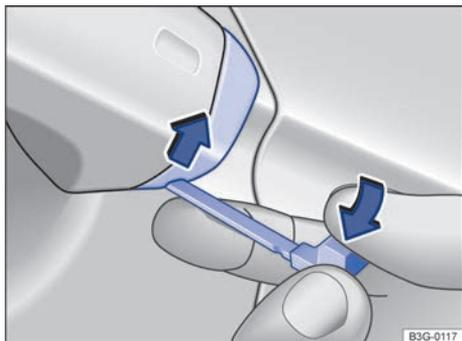

Fig. 74 Manilla de la puerta del conductor: desprender la caperuza haciendo palanca.
- Introduzca la llave de emergencia, por abajo, en el orificio que hay en la caperuza de la manilla de la puerta del conductor → fig. 74 (flecha).